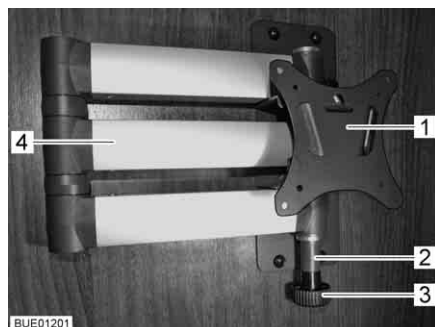

Fig. 74 Support à bras articulé
- Tirer sur le bouton de déverrouillage (Fig. 74,3). Le bras articulé (Fig. 74,4) est déverrouillé.
- Faire retourner l'écran plat dans sa position initiale jusqu'à ce que le support (Fig. 74,1) s'enclenche dans le verrouillage (Fig. 74,2).